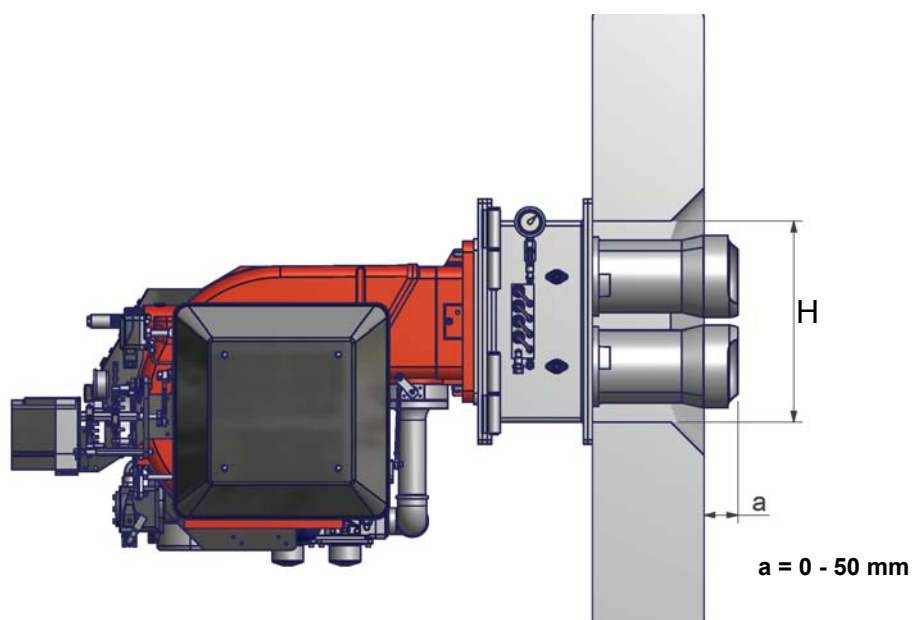

Fig. 2
- 4 fissarlo con i dadi ai prigionieri della caldaia secondo lo schema riportato in Fig. 2.